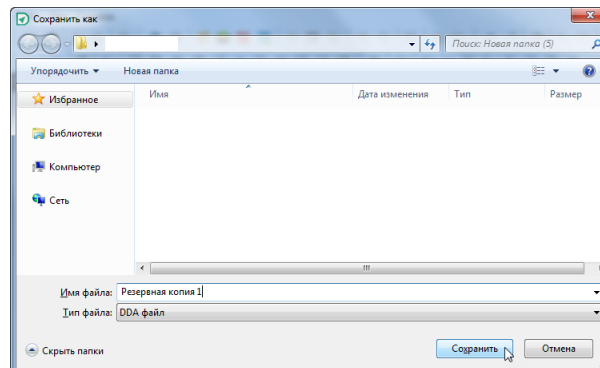

Рис. 76 Указание имени резервной копии
6. После выбора места, где будет размещена копия, введите имя создаваемой резервной копии и нажмите «Сохранить», см. Рис. 76.